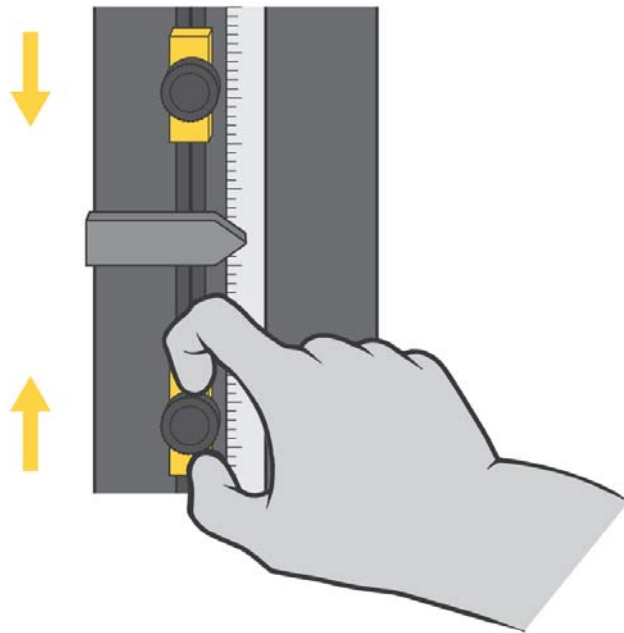

Abbildung 31. Einstellung der Fahrwegsanschlage
Die Fahrwegsanschläge sind zwei einstellbare Blöcke auf der Begrenzungsschalter-Stange, die sich in der Säule der Maschine befindet, wie in Abbildung 31 auf Seite 141 gezeigt. Die Fahrwegsanschläge (1 und 2) haben Rändelschrauben, mit denen sie von Hand gelöst und angezogen werden können, damit Sie die Anschläge auf die gewünschte Position auf der Begrenzungsschalter-Stange verschieben können. Richten Sie die Anschläge kurz außerhalb des für den Versuch erforderlichen Bereichs ein. Wenn die Traverse den maximalen eingestellten Fahrweg erreicht, berührt die Begrenzungsschalter-Betätigung (3) einen der Anschläge. Der Kontakt zwischen der Schalterbetätigung und dem Fahrwegsanschlag bewegt die Begrenzungsschalter-Stange (4) und aktiviert die Grenzschar. Damit wird die Traversenbewegung gestoppt.